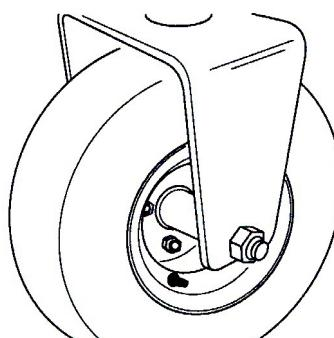

図5
4. ボルトの頭のL字状の部分をキャスタ・フォークに引っ掛けた。ロックナットを取り付けて締め付け、車輪をキャスタ・フォークに固定する(図5)。